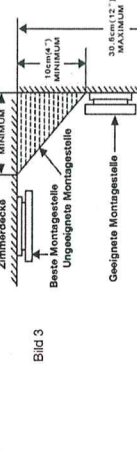

Bild 4
• Wenn das Dach oder die Zimmerdecke schief ist, dann muss der Rauchwahrmer in einem Abstand von 10 cm zum Dachfirst montiert werden (siehe Bild 4).